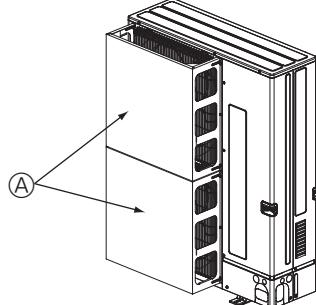

Fig. 2-5
- ② Installeer een optionele luchtgeleider als het apparaat wordt geïnstalleerd op een plaats waar krachtige windstoten bij storm etc. rechtstreeks de luchttuitlaat kunnen binnendringen. (Fig. 2-5)